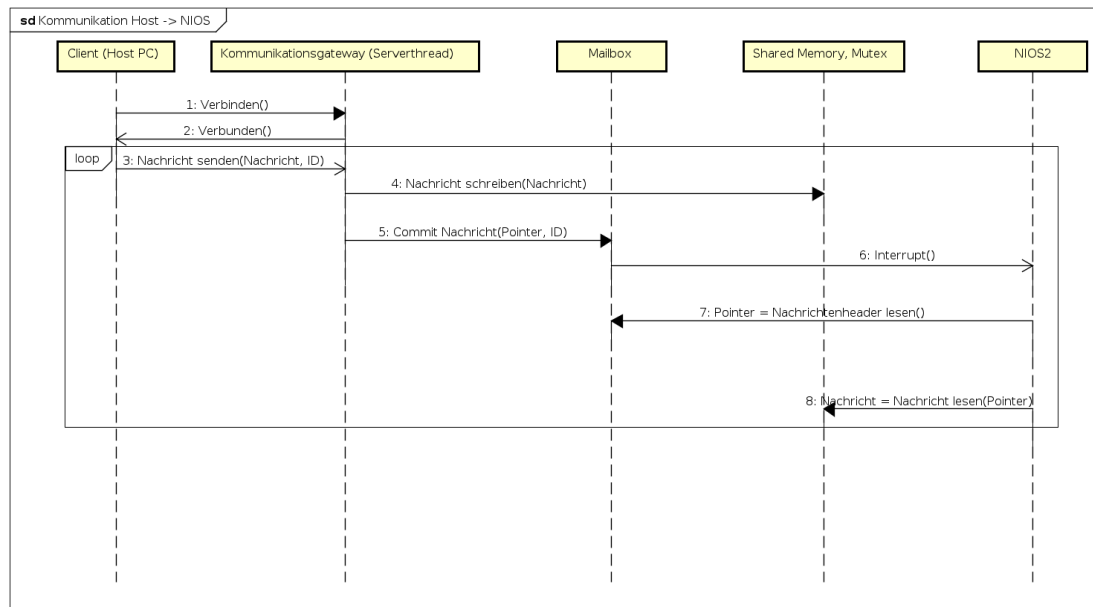

Abbildung 3.3.: Kommunikationsablauf zwischen Host PC und NIOS
- **readData** - Dieser Thread behandelt den Nachrichtenaustausch in Richtung Host PC → NIOS2. Der Thread wartet auf eingehenden Nachrichten (im Moment nur Fahrkommandos), parst und castet diese in das entsprechende Objekt und schreibt das Objekt dann über die Klasse *Alf_SharedMemoryComm* in den Shared Memory mit dem NIOS2. Dieser Kommunikationsweg ist auch in Abbildung 3.3 dargestellt.